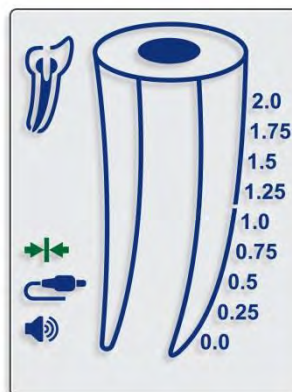

Fig. 3
- 7.3.2. Sul display verrà visualizzata l'icona di connessione , a indicare che il collegamento è corretto (Fig. 3).